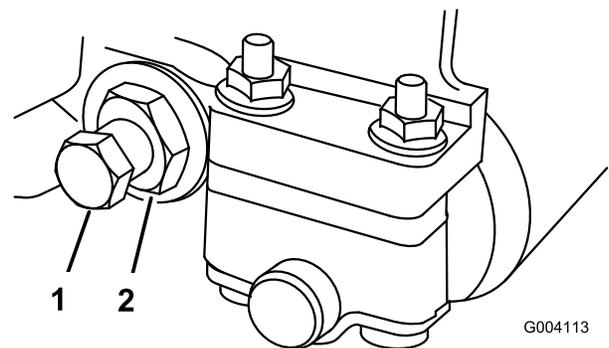

Bild 66
2. Drehen Sie die Federspannungsmutter so weit hinaus, bis die Scheibe nicht mehr gegen den Untermesserträger angespannt ist (Bild 66).
3. Lösen Sie an jeder Seite der Maschine die Klemmmutter, mit der die Schraube des Untermesserträgers befestigt ist (Bild 66).